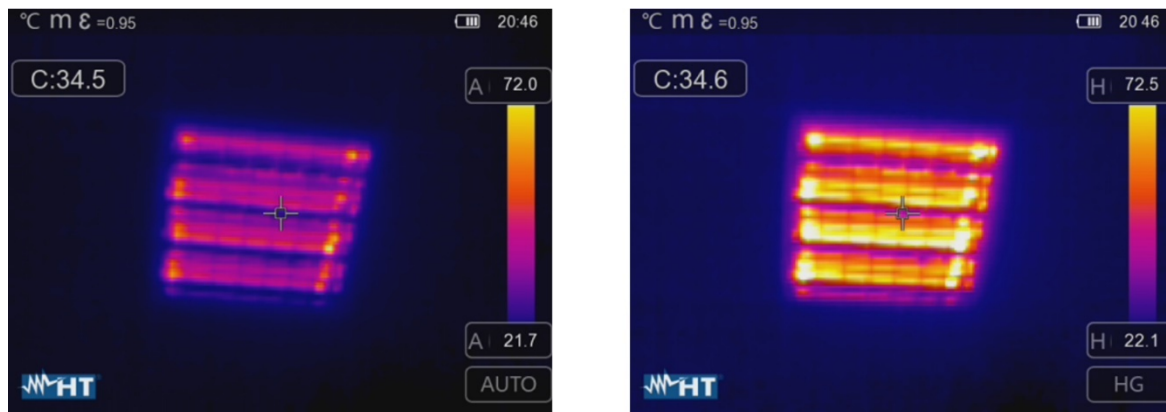

Fig. 44: Réglage des modes Automatique et Histogramme
- Mode **Histogramme (HG)** → les niveaux de température minimum et maximum de l'objet affiché sont toujours définis automatiquement, comme en mode Auto, par l'instrument, mais dans ce cas les zones de l'image où les valeurs de température sont très différentes de celles des zones adjacentes sont particulièrement mises en évidence. La relation entre la température et la couleur de la palette est **non linéaire** selon un algorithme d'histogramme. Ce mode met l'accent sur l'affichage des images dans des environnements de travail très sombres
1. Appuyez sur la touche  ou touchez l'icône « AUTO » dans la partie inférieure droite de l'écran. Les pages-écrans Fig. 44 montrent les sélections des modes « AUTO » et « HG »